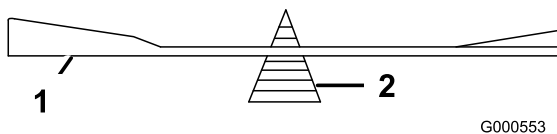

Figure 81
2. Vérifiez l'équilibre de la lame en la plaçant sur un équilibreur (Figure 81).
**Remarque:** Si la lame est déséquilibrée, limez un peu l'extrémité de l'ailette seulement (Figure 81).